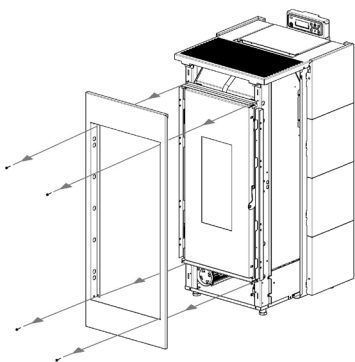

Fig. 37 - Herausnehmen der vorderen Platte
- Abdeckung wieder aufsetzen und die entsprechenden Zähne zentrieren (siehe **Fig. 37**).